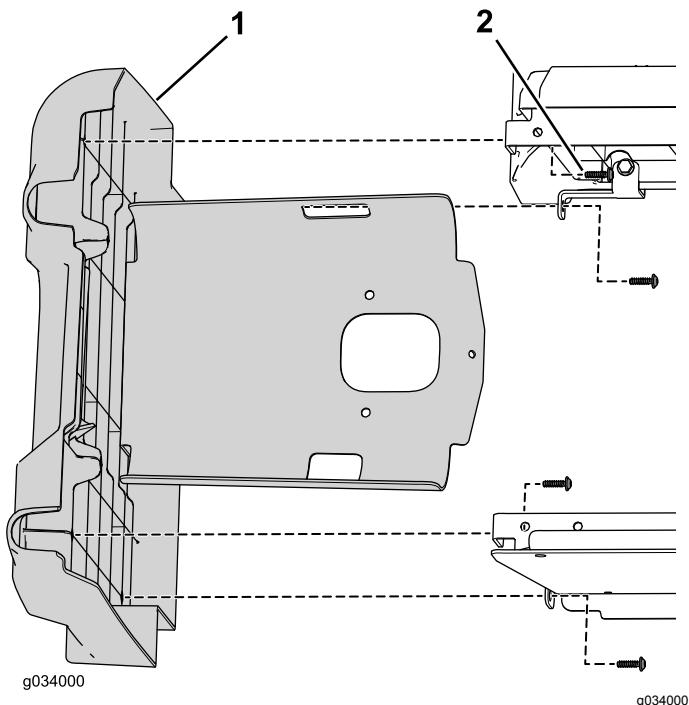

Bild 6
- Entfernen Sie die vier Schrauben, mit denen die linke Seitenwand am Sitzunterteil befestigt ist (Bild 6).
4. Befestigen Sie die Befestigungsplatte mit den zwei vorher entfernten Schrauben an der linken Seitenwand (Bild 6).